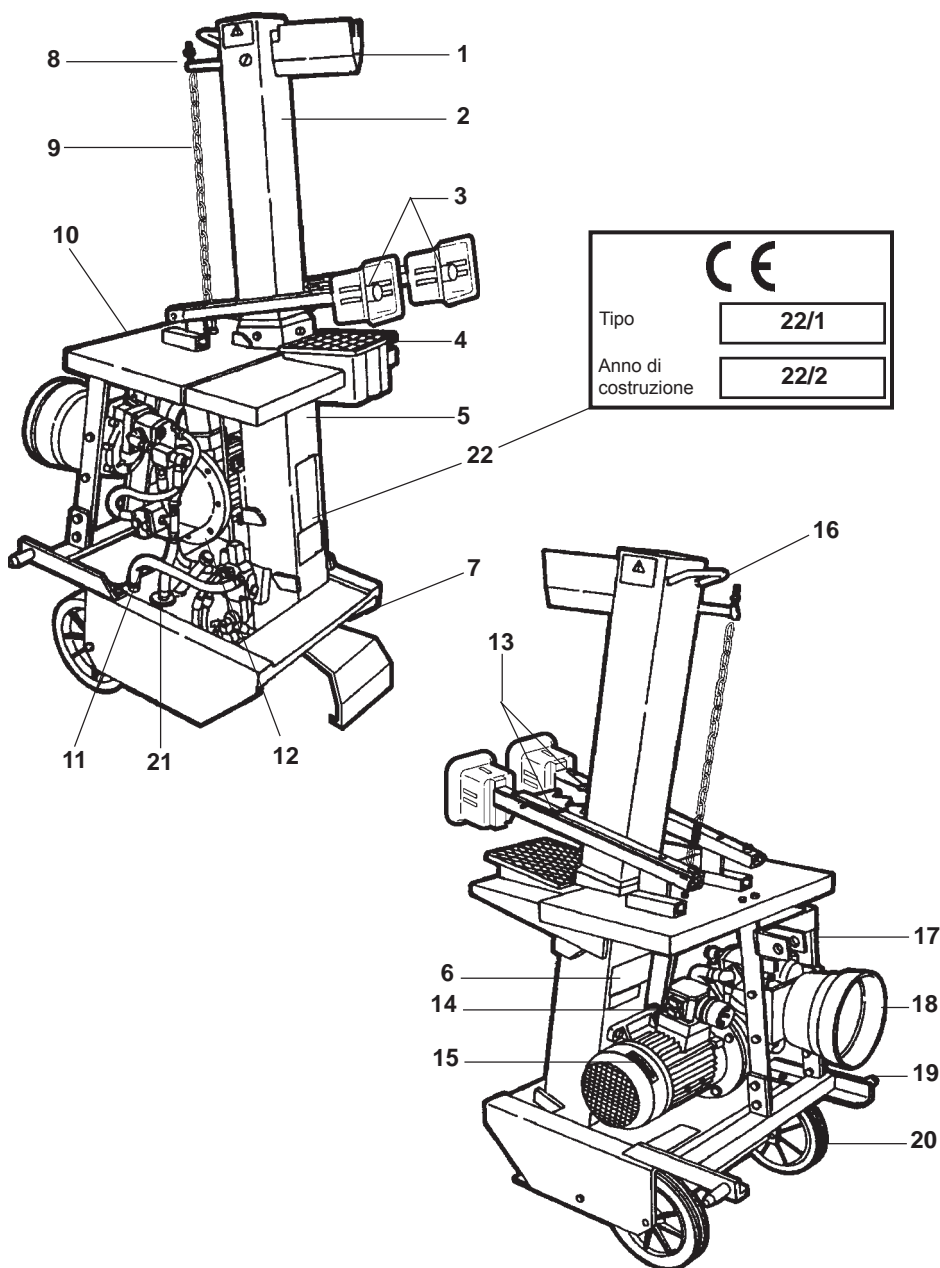

Fig. 1 - fendeuse Mod. 900+PTO à fonctionnement électrique, avec attache aux trois points du tracteur (c'est la version la plus complète).
1.2 DESCRIPTION DE LA FENDEUSE (FIG.1)